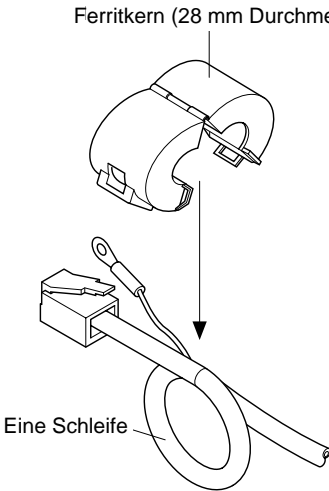

Abb. 3-1
■ Der Ferritkern ist normalerweise in geöffnetem Zustand verpackt, wie in Abbildung 3-1 gezeigt.